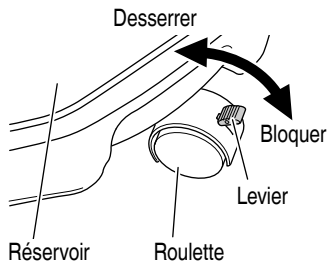

Fig. 23
(2) Blocage et desserrage de la roulette (Fig. 23)